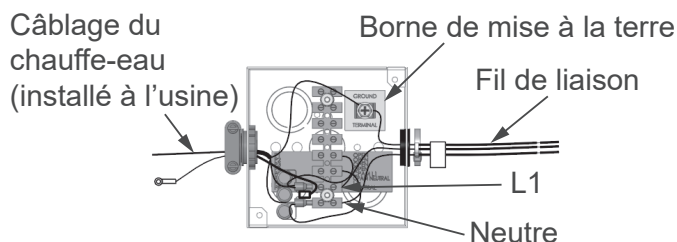

Figure 73. Raccordements d'alimentation électrique
Le fil de phase (« chaud ») de 120 V c.a. provenant de l'alimentation électrique se raccorde au fil volant noir ou à la borne « L1 » dans la boîte de jonction et le fil de neutre 120 V c.a. se raccorde au fil blanc ou à la borne « Neutre » dans la boîte de jonction pour assurer une polarité correcte. Voir **Figure 73**.
3. Raccorder le fil de phase (« chaud ») de 120 V c.a. provenant de l'alimentation électrique au fil volant noir ou à la borne « L1 » dans la boîte de jonction située sur le dessus du chauffe-eau. Si le fil noir est utilisé, faire le raccordement à l'intérieur de la boîte de jonction avec un serre-fils de bonne dimension et enrouler du ruban isolant autour du serre-fils et de l'extrémité du fil. Voir la boîte de jonction à la **Figure 73** et les schémas de câblage aux **Figure 89, Figure 90 et Figure 91** (page 103).
- Raccorder le fil de neutre 120 V c.a. provenant de l'alimentation électrique au fil volant blanc ou à la borne « Neutre » dans la boîte de jonction située sur le dessus du chauffe-eau. Si le fil blanc est utilisé, faire le raccordement à l'intérieur de la boîte de jonction avec un serre-fils de bonne dimension et enrouler du ruban isolant autour du serre-fils et de l'extrémité du fil. Voir la boîte de jonction à la **Figure 73** et les schémas de câblage aux **Figure 89**, **Figure 90** et **Figure 91** (page 105).
- Raccorder le fil de neutre provenant de l'alimentation électrique au fil volant vert ou à la borne de terre dans la boîte de jonction située sur le dessus du chauffe-eau. Si le fil volant vert est utilisé, faire le raccordement à l'intérieur de la boîte de jonction avec un serre-fils de bonne dimension et enrouler du ruban isolant autour du serre-fils et de l'extrémité du fil. Voir la boîte de jonction à la **Figure 73** et les schémas de câblage aux **Figure 89**, **Figure 90** et **Figure 91** (page 105).